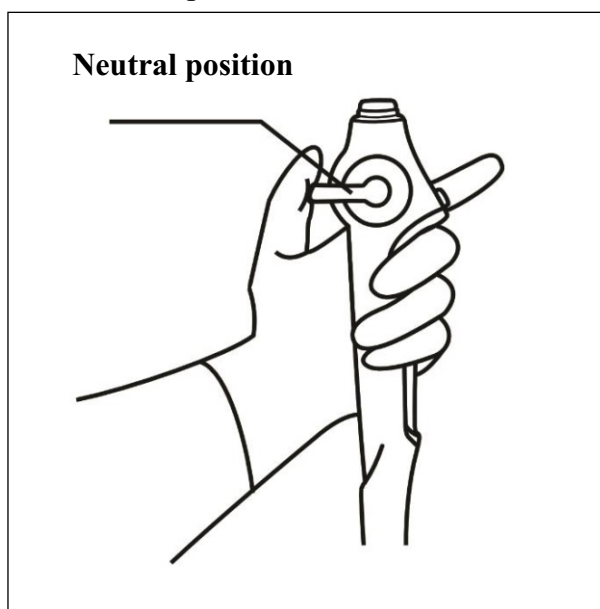

Figura 2.3
2. Conforme mostrado na Figura 2.3 , gire lentamente a alavanca de controle de angulação PARA CIMA/PARA BAIXO até a posição neutra e confirme se a seção de flexão retorna suavemente a um estado aproximadamente reto .